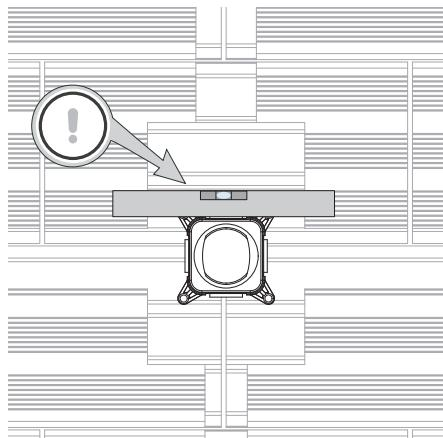
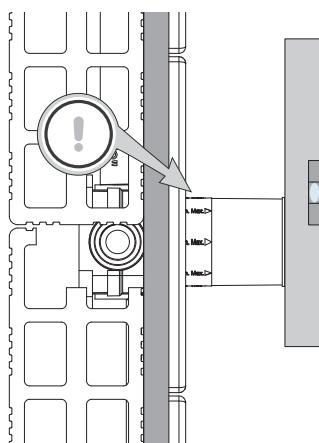
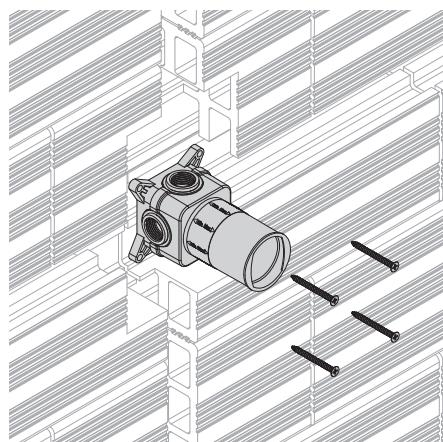

fig. 1
fig. 2
fig. 3
Posizionare il corpo incasso sul muro grezzo verificando che il corpo sia perfettamente in bolla (fig.1). Verificare che le quote della parete finita rientrino nelle misure MIN e MAX indicate sul rubinetto (fig.2). Nel caso si verifichi che la quota finita della parete sia superiore alla quota MAX, inserire uno spessore sotto la base di fissaggio del corpo incasso raggiungendo la quota indicata. Nel caso in cui si verifichi che la quota finita della parete sia inferiore alla quota MIN, fare un incasso sulla parete raggiungendo la quota indicata. Procedere con il fissaggio del corpo con le viti incluse nella confezione (fig.3).
Place the built-in part on the unfinished wall, making sure the concealed valve is level (fig.1) Verify that the measurement of the finished wall are within the MIN and MAX measurements indicated on the tap (fig.2). If the finished wall measurement is greater than the MAX measurement, fit a spacer under the fixing base of the concealed valve to reach the indicated measurement. If the finished wall measurement is less than the MIN measurement, make a recess in the wall to reach the indicated measurement. (fig.3).
Positionner le corps à encastrement sur le mur brut en vérifiant que la dimension du mur fini soit comprise dans les dimensions MIN et MAX indiquées sur le robinet (2). Dans le cas où la dimension finie du mur serait supérieure à la dimension MAX, insérez une épaisseur sous la base de fixation du corps à encastrement pour atteindre la dimension indiquée. Dans le cas où la dimension finie du mur serait inférieure à la dimension MIN, faire un renforcement dans le mur pour atteindre la dimension indiquée. Procéder à la fixation du corps avec les vis incluses dans le paquet (fig.3).
Den Einbaukörper an der unverputzten Wand positionieren und dabei sicherstellen, dass er waagerecht ist (Fig. 1). Versichern Sie sich auch, dass sich die Maße der verputzten Wand innerhalb der auf dem Hahn angegebenen MIN. und MAX.-Maße bewegen (Fig. 2). Falls festgestellt wird, dass das Maß der verputzten Wand höher als das MAX.-Maß ist, ein Distanzstück unter die Befestigungsbasis des Einbaukörpers einfügen, um das angegebene Maß zu erreichen. Falls festgestellt wird, dass das Maß der verputzten Wand niedriger als das MIN.-Maß ist, eine Versenkung in der Wand vorsehen, um das angegebene Maß zu erreichen. Den Einbaukörper mit den vorhandenen Schrauben fixieren (Fig. 3).
Colocar el cuerpo empotrado en la pared controlando que esté perfectamente nivelado (fig. 1). Controlar que las medidas en la pared acabada respeten las medidas MÍNIMA y MÁXIMA indicadas en el grifo (fig. 2). Si la medida final de la pared supera la medida MÁXIMA, hay que insertar un espesor debajo de la base de fijación del cuerpo empotrado hasta alcanzar la medida indicada. En el caso de que la medida final de la pared sea inferior a la medida MÍNIMA, hay que realizar un hueco en la pared hasta alcanzar la medida indicada. Fijar el empotre con los tornillos suministrados (fig. 3).
Установить встроенную часть на необработанную стену, убедившись, что встроенная часть расположена идеально ровно (рис.1). Проверите, чтобы отметка готовой стены с отделкой не выходила за пределы контрольных отметок MIN и MAX , указанные на смесителе(рис.2). Если обнаружится, что отметка готовой стены меньше минимальной, сделать углубление в стене, достигнув требуемой отметки. Зафиксировать встроенную часть винтами, которые идут в комплекте(рис.3).